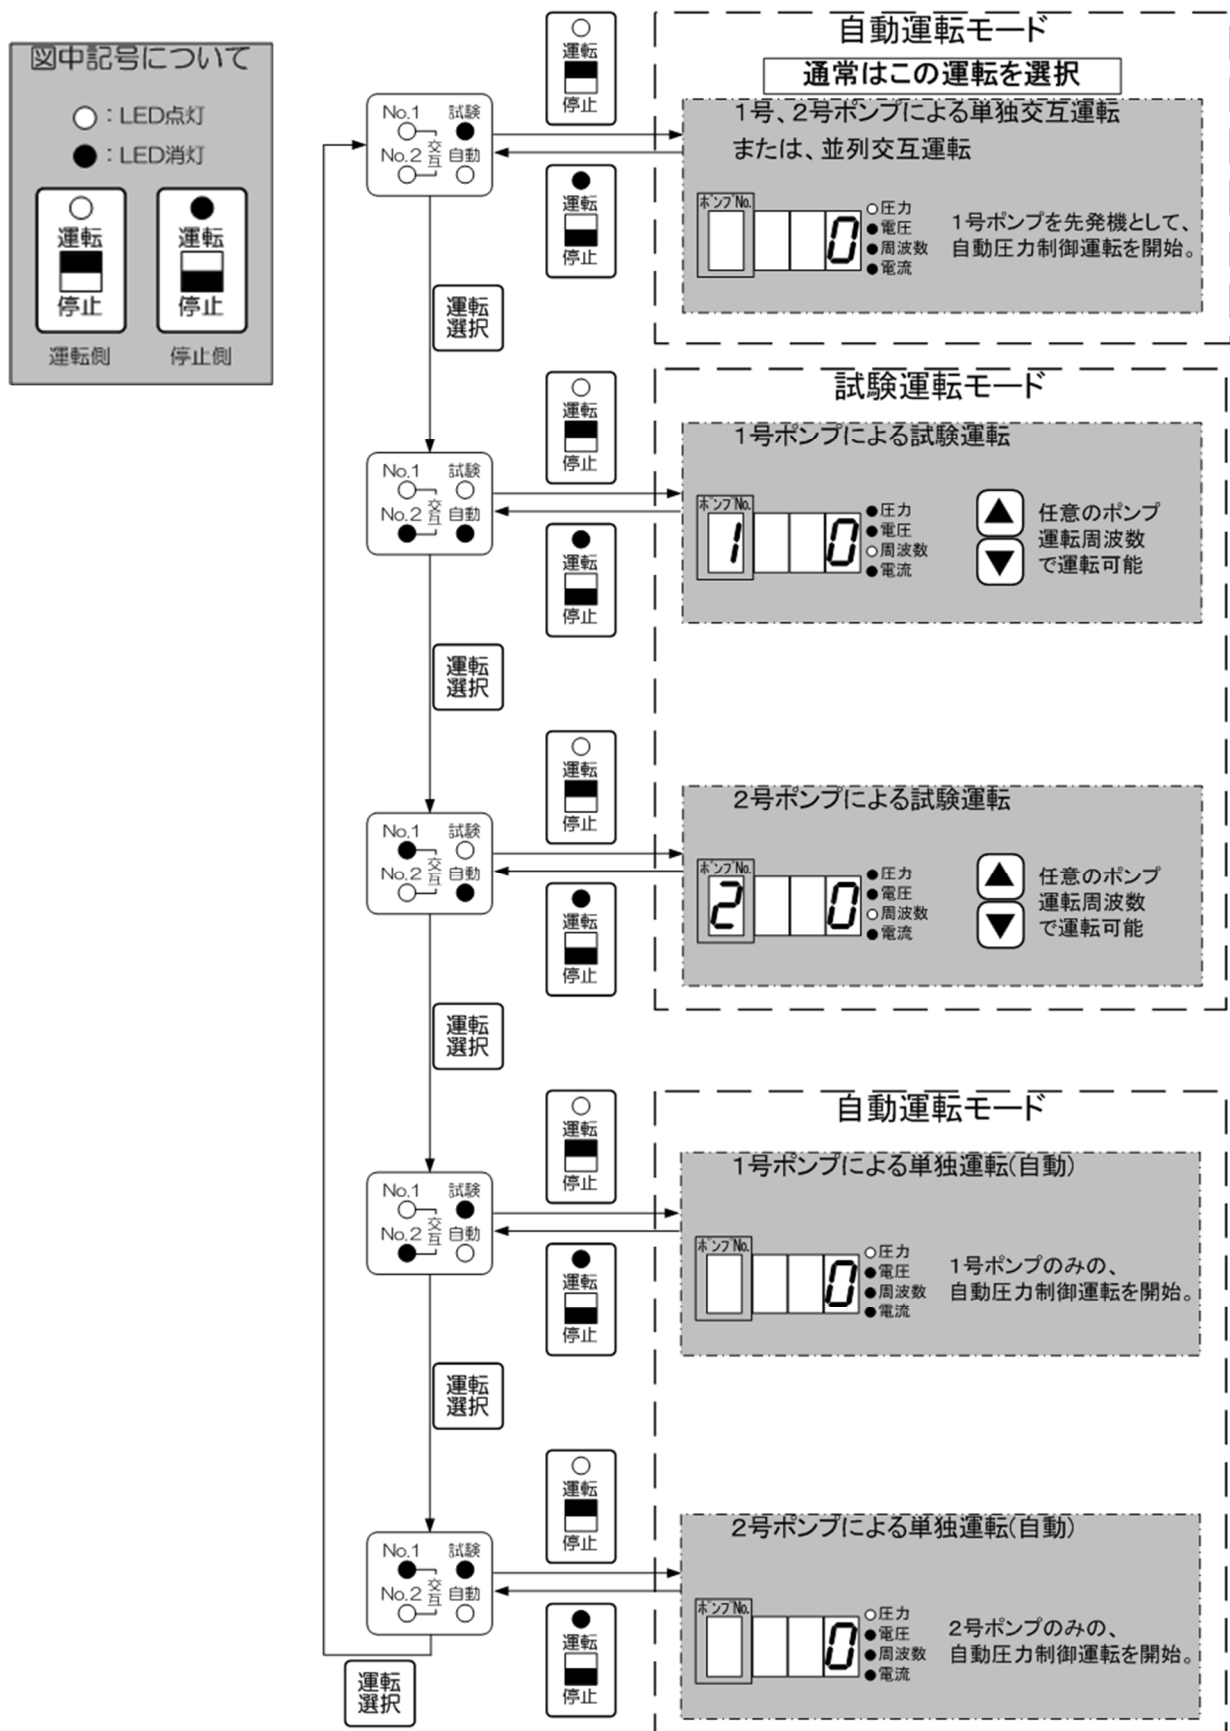

図 28 運転モードの操作方法
(6) 運転モード（自動運転モード、試験運転モード）の操作方法
- ・ ボタンを押す度に下記の運転モードに切替わります。詳細については図 28 を参照ください。